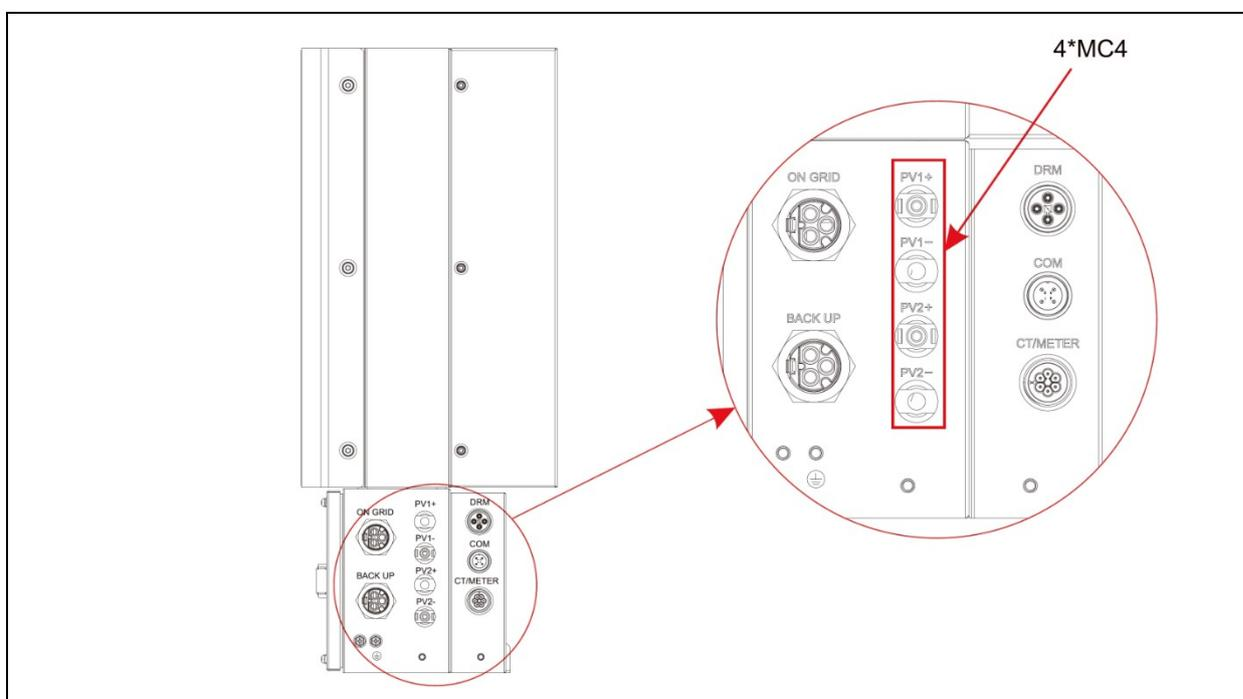

Fig. 25 (Collegamento all'impianto fotovoltaico)
Passo 11 Collegare i connettori PV all'impianto fotovoltaico (**Fig. 25**).